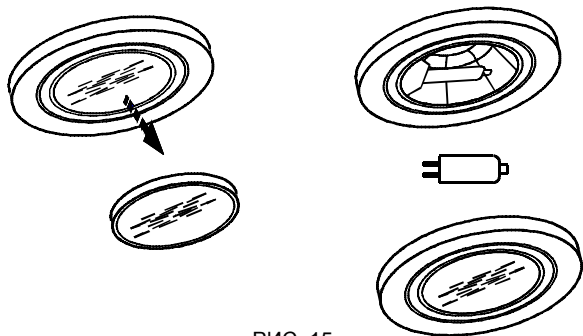

РИС. 15
8.6 Замену галогенной лампы (рис. 15) производите в следующей последовательности: